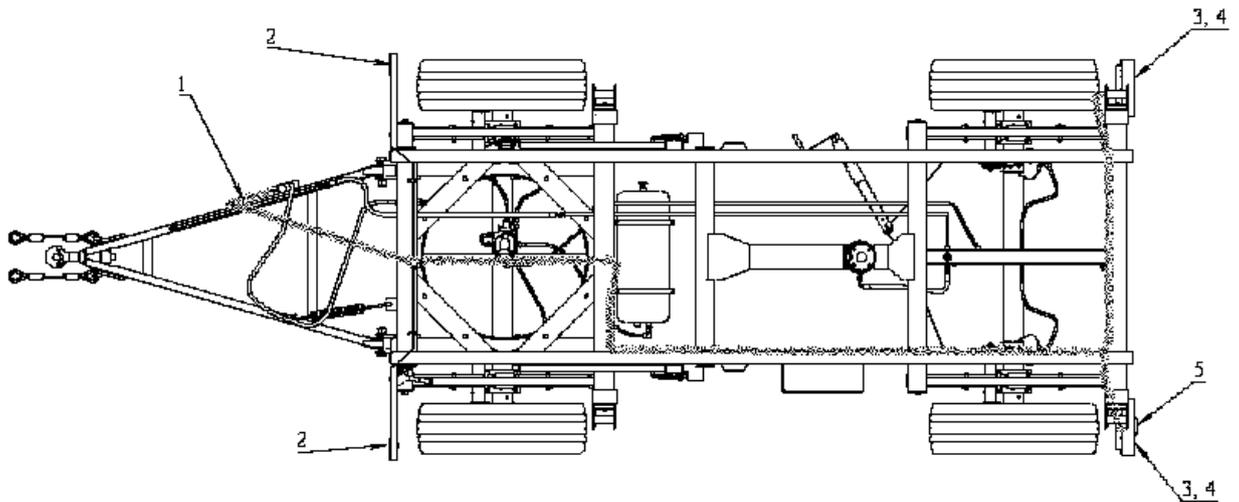

Рисунок 8 – Схема установки электрооборудования
- установить электрооборудование и соединить с трактором (рисунок 8);